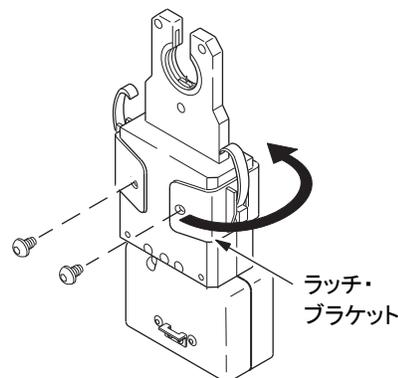
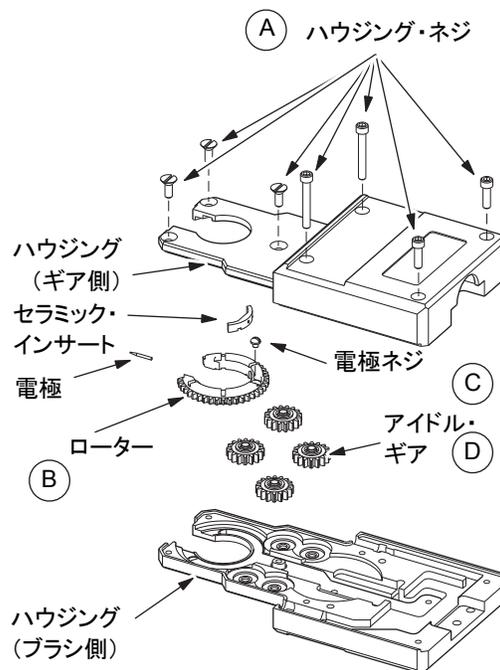

図 32: マイクロ・ウェルド・ヘッドのラッチ・ブラケットの取り外し (シリーズ 8)
図 33: マイクロ・ウェルド・ヘッド・コンポーネントの取り外し／クリーニング (シリーズ 8)
以下の手順に従って、シリーズ8のマイクロ・ウェルド・ヘッドの分解およびクリーニングを行ってください。各部品につきましては、図32、図33をご参照ください。
1. ラッチ・ブラケットを固定しているネジを 2 本取り外し、ウェルド・ヘッドからブラケットを取り外します (図 32)。
3. ウェルド・ヘッド・ハウジングからネジを 7 本取り外します (図 33 の A)。
5. ローターをブラシ側のハウジングから持ち上げて、取り外します (図 33 の B)。
6. 電極固定ねじを緩め、電極およびセラミック・インサートを取り外します (図 33 の C)。
9. 4 個のアイドル・ギアを取り外し、損傷がないか検査します。必要であれば交換してください (図 33 の D)。